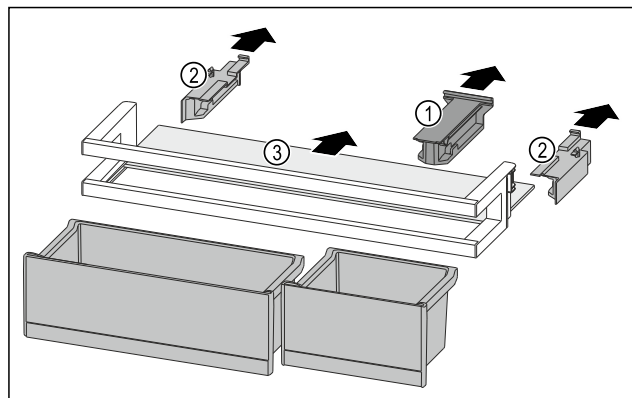

Fig. 228
- Držák Fig. 228 (1) stáhněte.
- Boční díly Fig. 228 (2) stáhněte.
- Odkládací plochu Fig. 228 (3) odeberte.